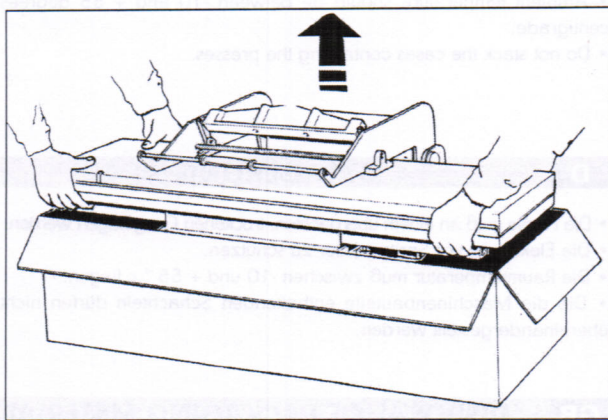

Fig. 1
- Aprire l'imballo dal lato superiore, sollevare lentamente la pressa (Fig. 1).
- Open the pack on the upper side and lift slowly (Bild. 1).
- Ouvrez l'emballage par le haut et soulevez lentement (**Fig. 1**).
- Die Verpackung an der Oberseite öffnen und langsam anheben (**Abb. 1**).